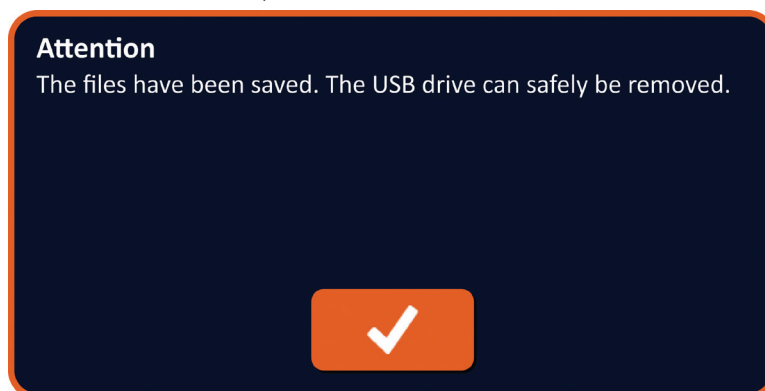

Figura 9.1.4: Mesaj de tip pop-up pentru salvarea fișierelor de procedură
4. Faceți clic pe butonul  pentru a salva o copie a fișierelor de procedură pe dispozitivul de stocare USB și pentru a închide caseta de dialog Export (Exportare). După exportarea fișierelor, va fi afișat un mesaj de tip pop-up Attention (Atenționare), Figura 9.1.4, iar dispozitivul de stocare USB va putea fi îndepărtat în siguranță.